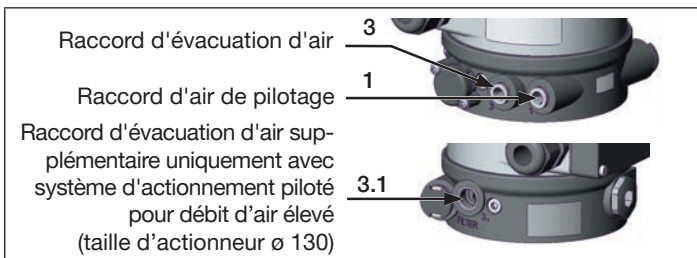

Figure 9 : Raccordement pneumatique
- Raccorder le fluide de commande au raccord d'air de pilotage (« Figure 9 » : 1)
- Monter la conduite d'évacuation d'air ou un silencieux sur le raccord d'évacuation d'air (« Figure 9 » : 3) et au raccord d'évacuation d'air si existant (« Figure 9 » : 3.1)